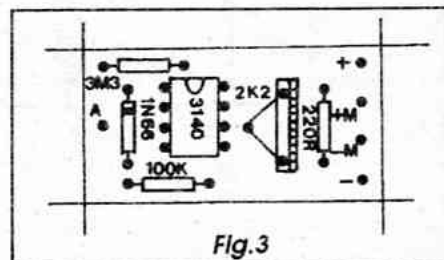

Fig.3
**- FIG. 3 - CHAPEADO DA MONTAGEM** - O lado não cobreado da placa também é simples, com a colocação dos poucos componentes claramente estilizada na figura, nos moldes e padrões gráficos adotados por APE desde a fundação da Revista... Os componentes estão diagramados pelas suas aparências e/ou símbolos, incluindo dados essenciais como: valores, polaridades, códigos, etc. Não há o que errar...! É só prestar atenção, realizando a inserção e a soldagem passo-a-passo, sem pressa... Dois dos componentes são *polarizados* (o integrado e o diodo), devendo o caro leitor/hobbysta notar que o CA3140 e o 1N66 (ou diodo equivalente...) devem, ambos, serem posicionados com as respectivas extremidades marcadas voltadas para o lugar ocupado pelo resistor de 3M3... Quanto aos resistores, cuidado para não trocar seus locais de acomodação, em função dos respectivos valores... quem ainda (*aiiinda...*?) tiver dúvidas, deve recorrer ao **TABELÃO APE**, buscando lá o *socorro* para a correta interpretação do CÓDIGO DE CORES que permite a leitura dos valores dos ditos componentes... No mais, a inserção e soldagem não apresenta o menor problema... Ainda assim, uma conferência final deve ser feita nessa fase, verificando-se valores, códigos e posições das peças, bem como o estado dos pontos de solda (isto pela face cobreada do impresso...). O leitor/hobbysta/iniciante notará que existem alguns pontos perifé-